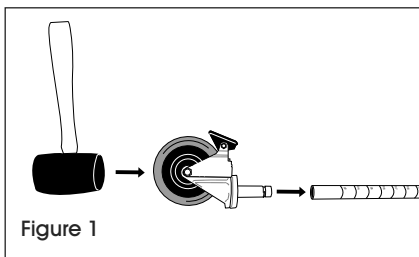

Figure 1
1. Assurez-vous que le montant est placé comme illustré. (Voir Figure 1)
2. Enclenchez le frein des roues pour empêcher les roulettes de rouler pendant le montage. Utilisez un maillet en caoutchouc pour insérer la tige des roulettes dans les montants. (Voir Figure 1)